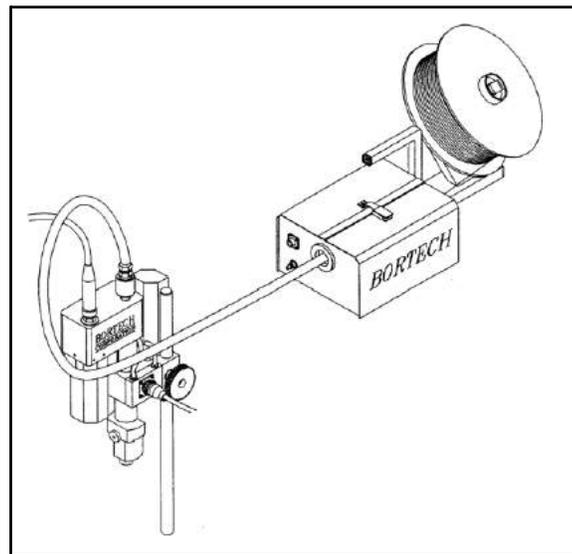

РИС. 4-2. ФОРМА КАНАЛА
- Также можно расположить проволоку так, как показано на рис. 4-2. Этот способ особенно эффективен, если речь идет о длинных каналах.
- Если витки проволоки туго натянуты, но она все равно перекручивается в этой конфигурации, попробуйте ту же натянуть кривую. Удлинитель горелок большой длины способны свести на нет все преимущества, которые дает эта форма канала (см. рис. 4-2).